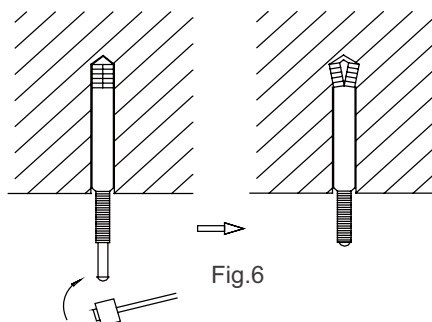

Fig.6
- (2) Inserire i bulloni di ancoraggio nei fori e, mediante un martello, piantare completamente i perni all'interno dei bulloni di ancoraggio. (Fig. 6)
- (3) Montare il supporto sull'unità.